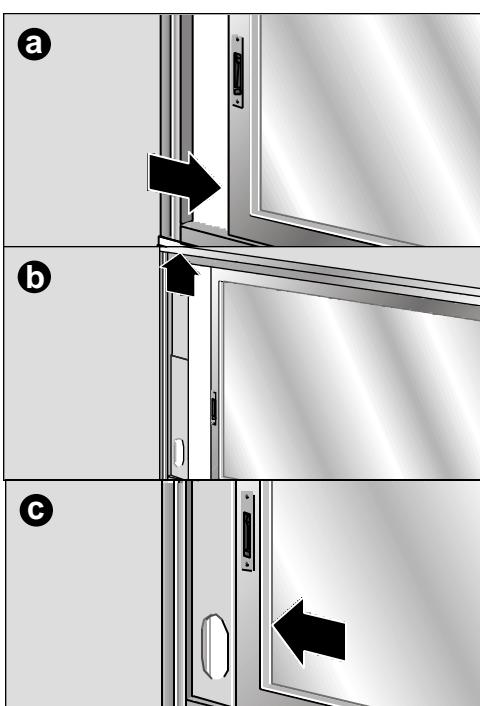

Fig. 13
- ❑ Também se pode utilizar o acessório de instalação para janela / terraço (ver "Descrição dos acessórios") corrediça que se inclui no equipamento, **Fig. 13 : a, b, c, d**. Este serve tanto para janelas horizontais como para verticais.